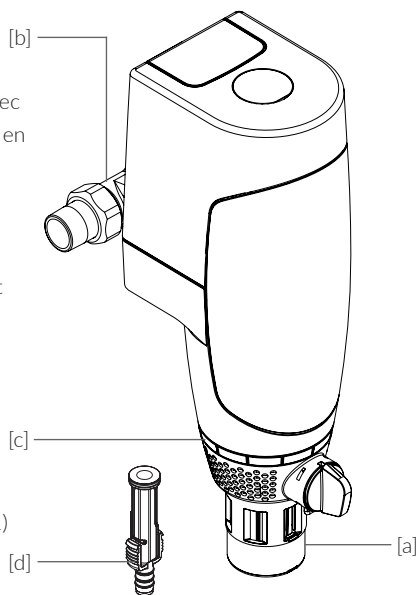

Fig. 5.1
- / Accessoires inclus: embout de tuyau [d] (Fig 5.1)
- / Manomètre de pression de sortie 0 - 10 bars (Fig. 5.1)